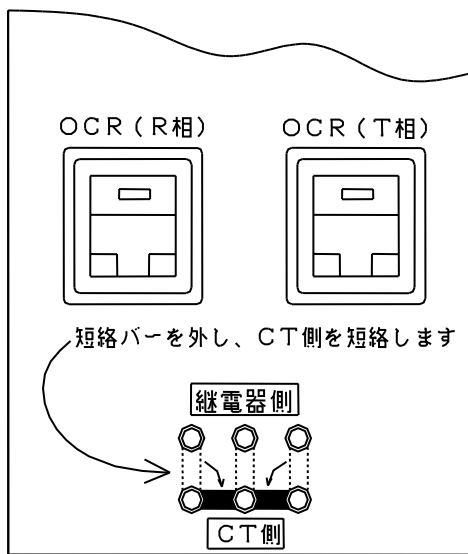

図2：試験用端子の短絡方法
2. 測定を行う継電器に電流要素の接続を確認します。活線状態（受電状態）で高圧盤の試験用端子より行う場合は、CT回路側を短絡バーにて短絡状態にします。短絡状態にする場合は、絶対にCT回路が開放状態にならないように注意して作業を行ってください。停電状態で作業を行う場合は、CT回路と接続している各相の短絡バーを取り外すだけで結構です。（図2）